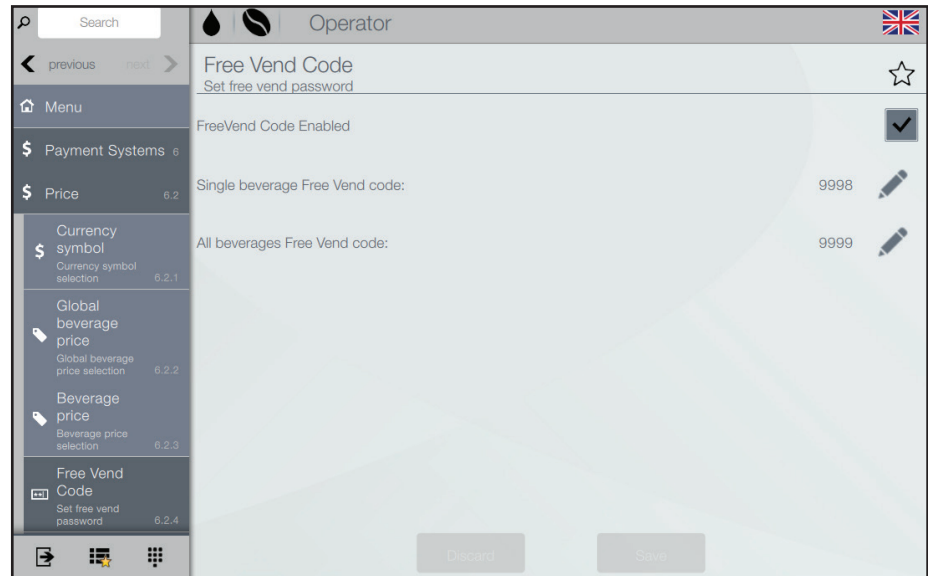

Bild 7.1 - Gratis dispenseringskod
- Aktivera/inaktivera/modifiera gratis dispenseringskoden (bild 7.1)